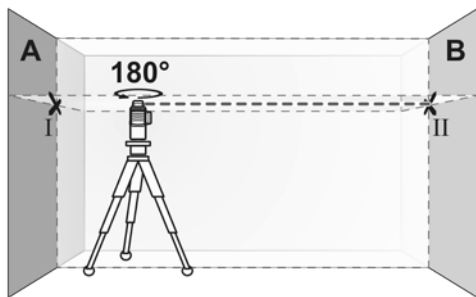

Рисунок 5
3.7.3 Поверніть пристрій на 180°, зачекайте, поки промені автоматично вирівнюються, та позначте точку, в якій лазерні лінії перетинаються на протилежній стіні «В» (точка «II», рисунок 5).